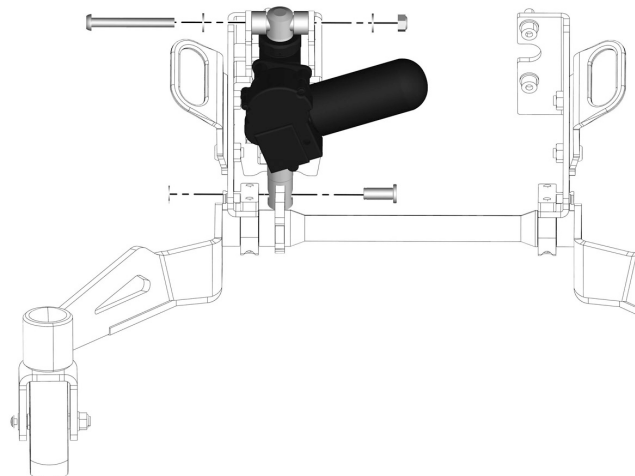

Abbildung 40. Stützradereinheit
5. Stellvorrichtung abmontieren. Sie ist unten mit einem Stift und Sicherungsring und oben mit Schraube und Mutter befestigt. Siehe Abbildung. 40.
1. Die Stellvorrichtung oben mit den beiden Schrauben, den Unterlegscheiben und den Muttern sowie unten mit dem Stift und dem Sicherungsring montieren. Siehe Abbildung. 40.